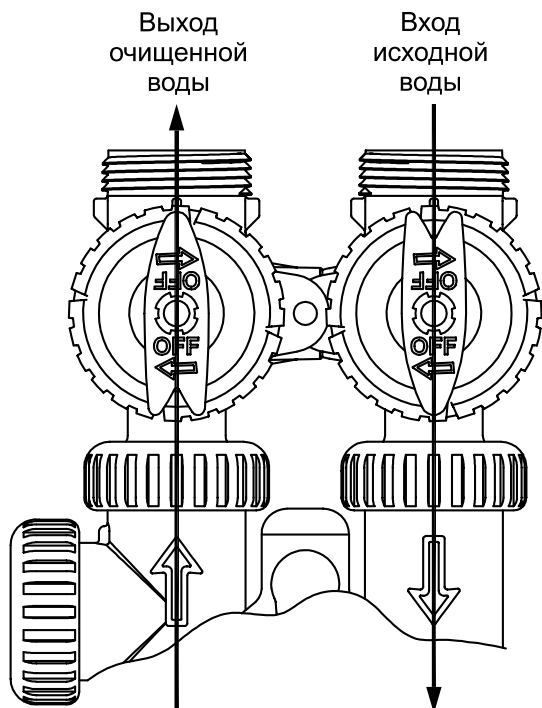

Рисунок 2
- 2. Положение «Байпас»:** Ручки Вход и Выход направляются к центру клапана байпаса; управляющий клапан отключается от давления воды из системы трубопроводов. Неочищенная вода подается в систему трубопроводов. (См, Рисунок 2).